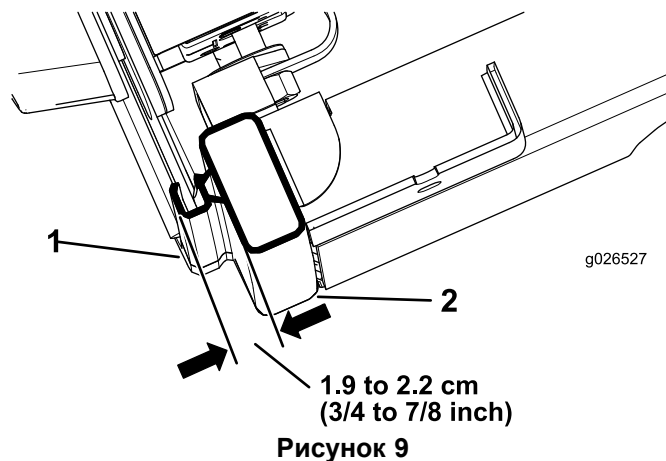

Рисунок 9
3. Полностью закройте дверь и измерьте высоту амортизационного уплотнения до уплотнительной поверхности балки кабины, убедитесь, что измеренное расстояние составляет от 1,9 до 2,2 см, как показано на Рисунок 9.